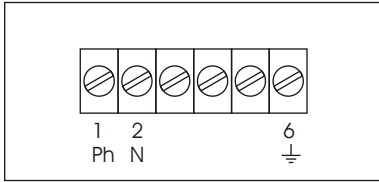

Abb. 20
**Stromversorgung 230 VAC ( Abb. 20 )**